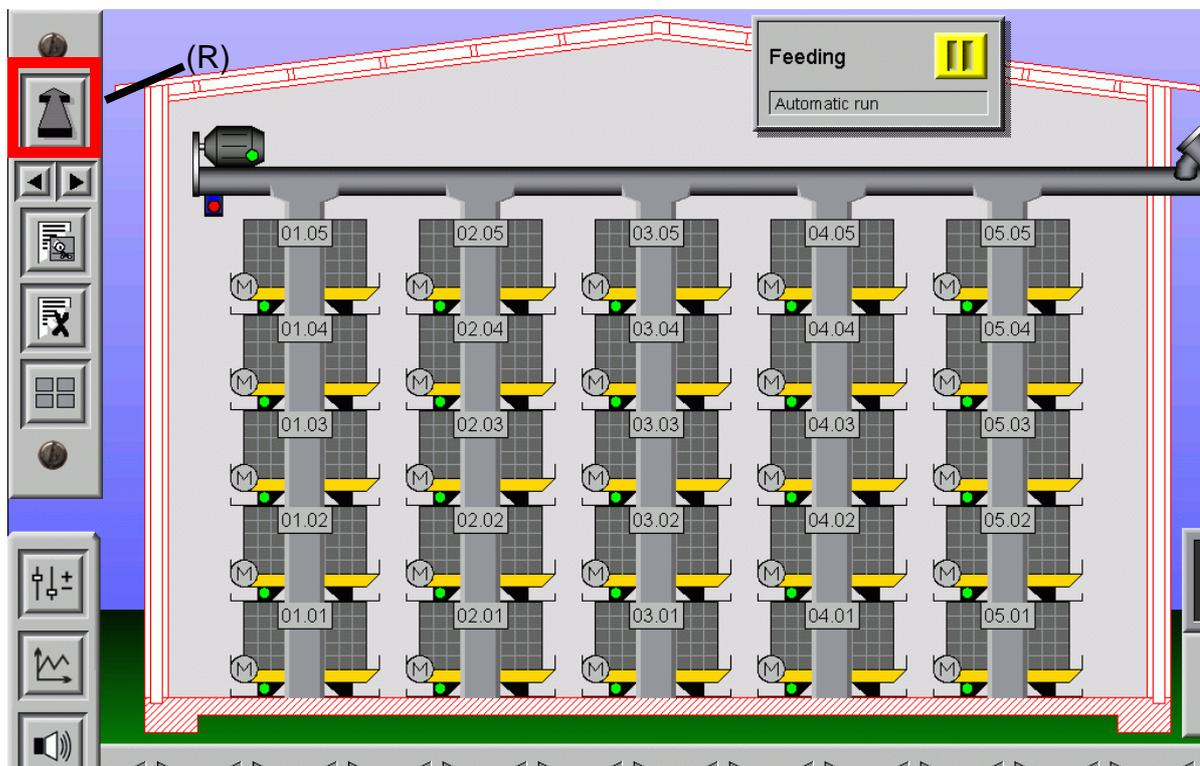

Ilustración 1-4: Pantalla principal alimentación
En la pantalla principal de la alimentación, se ve directamente el número de las filas y de los pisos instalados en la nave. Con un clic en la flecha marcada en rojo (R) (ver ilustración 1-4) se abre el siguiente resumen de alimentación como imagen más pequeña o en zoom.